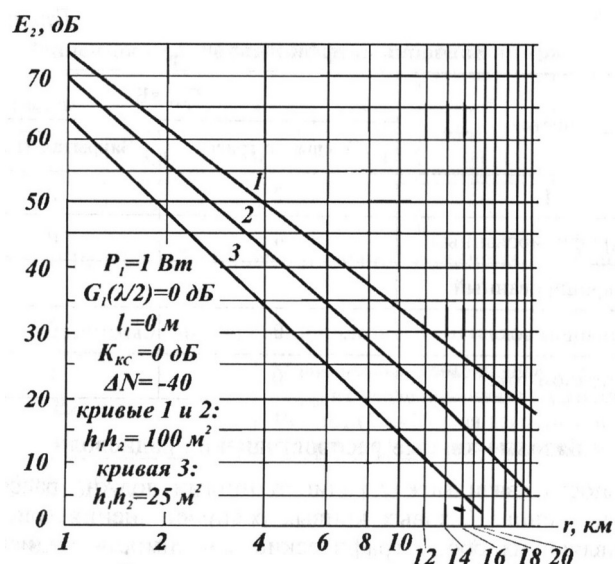

Рис. 57. Базовые кривые распространения
Дальность связи между радиостанциями должна рассчитываться на основе базовых кривых распространения (рис. 57), представляющих собой графические зависимости медианного значения напряженности электрического поля E_2 от расстояния r между точкой приема и источником излучения на вероятностном уровне, превышаемом 50 % по месту и времени. Кривые приведены для следующих условий: $h_1/h_2 = 100 \text{ м}^2$ (кривые 1 и 2) — произведение высот установки стационарной и возимой антенн над поверхностью земли; $h_1/h_2 = 25 \text{ м}^2$ (кривая 3) — произведение высот установки возимых антенн; $P_1 = 1 \text{ Вт}$ — мощность передатчика. Расстояние r должно отсчитываться по прямой линии.
1.2. Определите E_2 по кривой 2 — трасса железной дороги совпадает с направлением распространения радиоволн (рис. 57).
3.3. По кривой 3 рис. 57 определите дальность связи между *носимой и возимой радиостанциями (РН—РВ)*: $z = 3,8$ км.